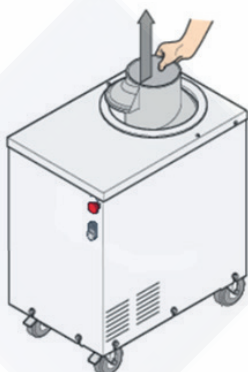

Fig. 6
- extraiga la barrena tirando de ella hacia arriba y levantándola completamente (Fig. 6);